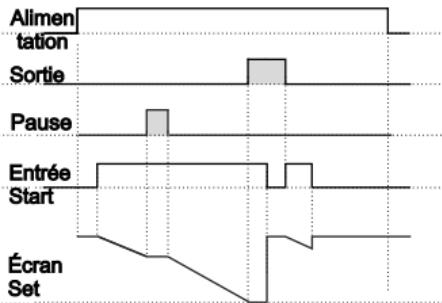

Figure 3.2
3.1.2 Si le décomptage est **Decr** = 1 et que **outF** est **off**, le schéma de commande sera celui illustré à la figure 3.2